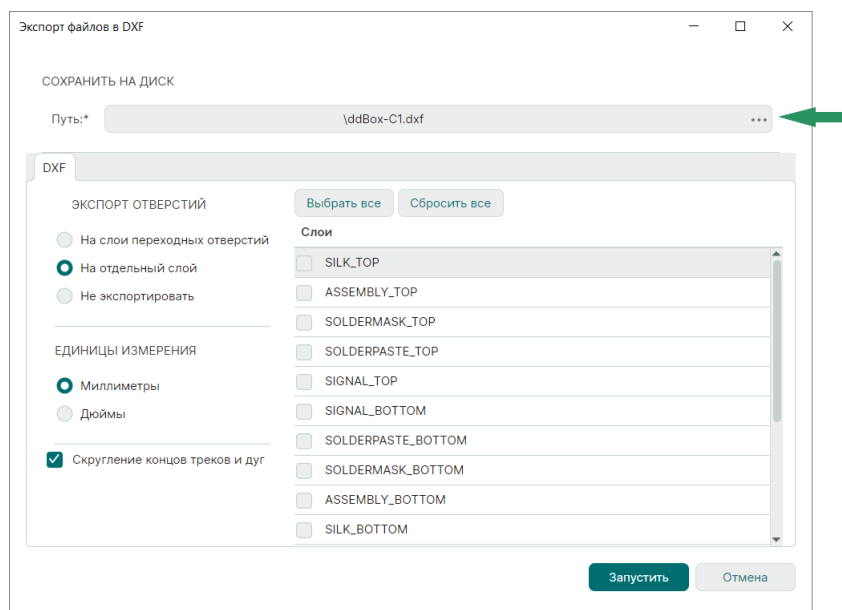

Рис. 121 Окно «Экспорт файлов в DXF»
1. В открывшемся окне «Экспорт файлов в DXF» укажите путь для сохранения файла в поле «Сохранить на диск» в строке «Путь:» с помощью кнопки , см. Рис. 121.